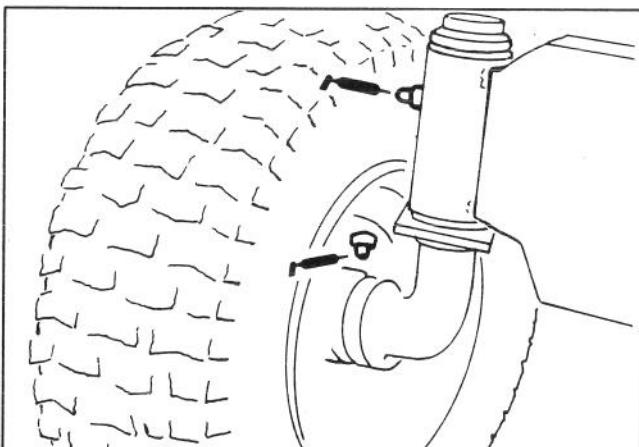

Fig. 5
2. Mettete in FOLLE la leva del cambio, ed inserite il controllo della lama in posizione DISINNESTO (Fig. 5).
1. Passate un panno pulito sugli ingrassatori dei perni e delle ruote (Fig. 5). Se vi fosse della vernice sul davanti degli ingrassatori, raschiatela via.
2. Lubrificate entrambi i perni dell'assale con grasso universale N.2 (Fig. 5). Continuate a pompare il grasso fin quando fuoriesce dal perno; asciugate il grasso eccedente.
3. Lubrificate entrambe le ruote anteriori con grasso universale N.2 (Fig. 5). Pompatate l'ingrassatore a pressione circa quattro volte, ed asciugate il grasso eccedente.